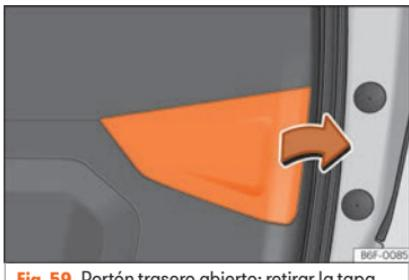

Fig. 59 Portón trasero abierto: retirar la tapa.
- Retire la tapa del portón en la dirección de la flecha **»» fig. 59**.